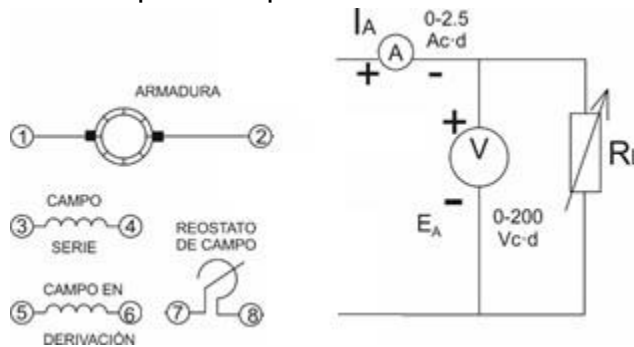

Figura 3
- Complete el circuito que aparece en la figura 3, indicando los cambios que crea pertinente hacer en el circuito.